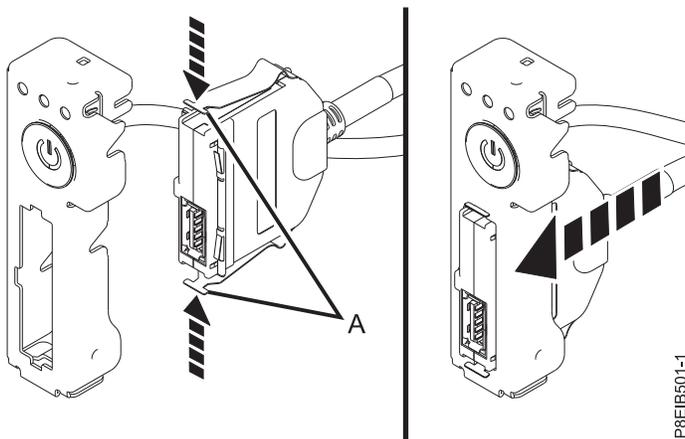

Figura 24. Conexión del cable USB frontal y conector al interruptor de alimentación
3. Mientras presiona los mecanismos de cierre (A), conecte el cable USB frontal y conector al interruptor de alimentación. Consulte la Figura 24.